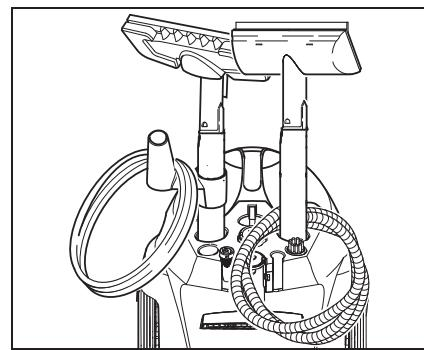

Рис. 3
- ➔ Вставить удлинительные трубы в большие держатели для принадлежностей (см. рис. 3).